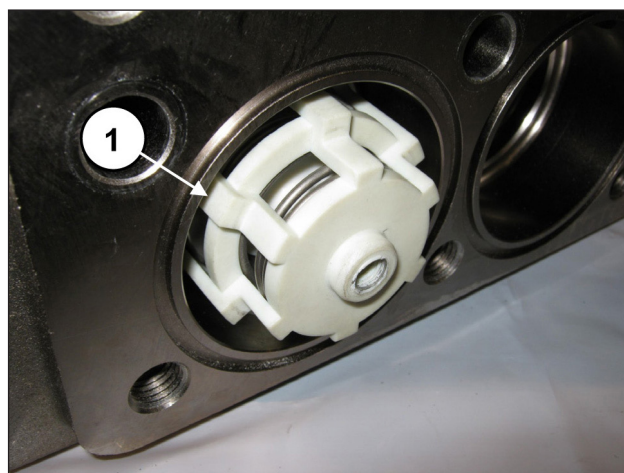

Fig. 152
Engager à fond le groupe soupape complet qui devra être positionné comme indiqué rep. ①, Fig. 152.